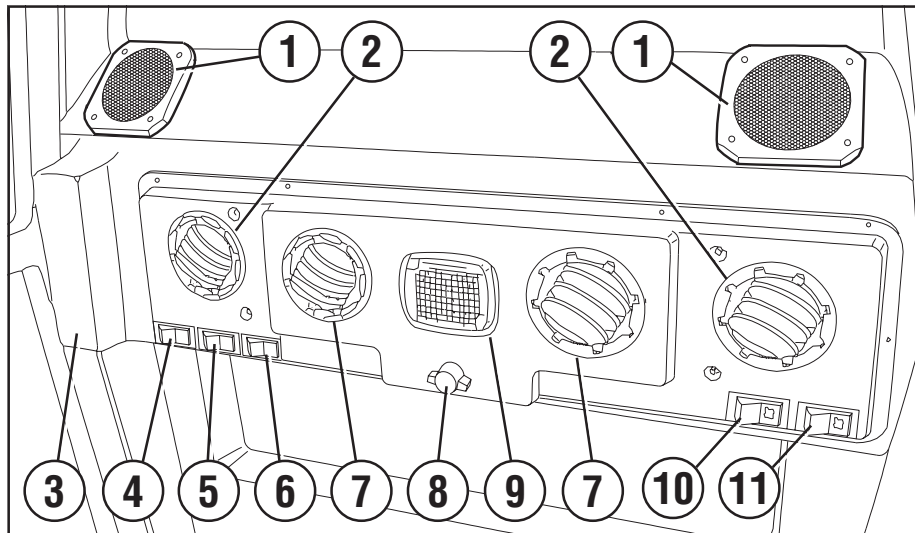

Abb. 20
5.1.5.1 INSTRUMENTE DER KABINE MIT HEIZANLAGE (Abb. 20)